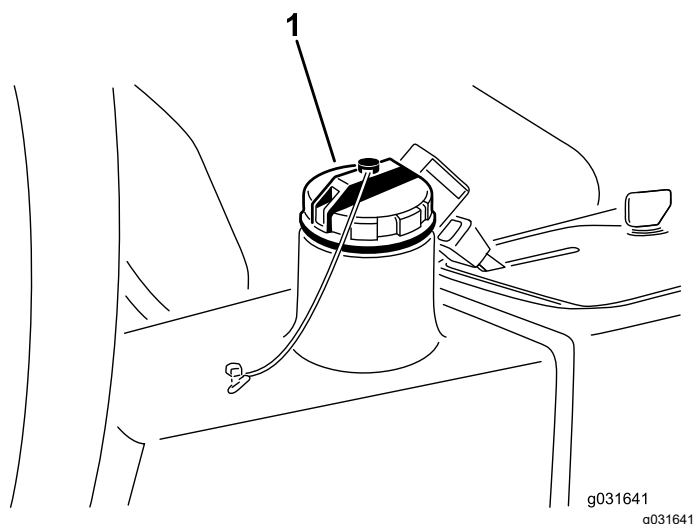

Figure 66
4. Versez environ 13,2 litres de liquide hydraulique dans le réservoir (Figure 66) ; voir Liquides hydrauliques spécifiés \(page 62\) et Contrôle du niveau de liquide hydraulique \(page 62\).